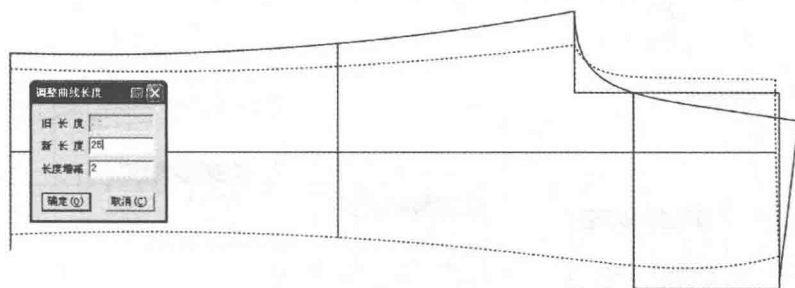

图 7-39 画后片裤口线
(33) 选择  【智能笔】工具按着【Shift】键,右键点击裤口线,进入【调整曲线长度】功能。输入增长量 2cm (图 7-39)。